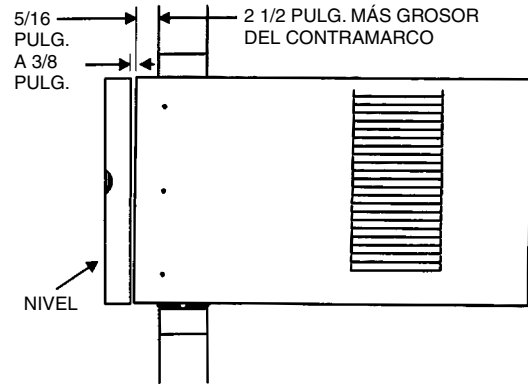

FIGURA 23 — POSICIÓN DE LA CAJA EN LA PARED
- Deslice la caja vacía en la abertura de la pared y el marco de madera. Aproximadamente 2 1/2 pulg. de la caja deben quedar por dentro de la habitación. El resto de la caja debe quedar a través y por fuera de la pared. Vea la Figura 23. Mantenga la inclinación